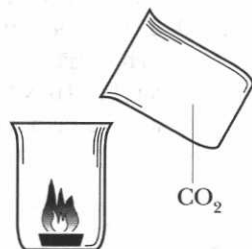

Рис. 52. Переливание оксида углерода (IV)
Оксид углерода (IV)  $\text{CO}_2$ , или углекислый газ, — бесцветный газ, без запаха, малорастворимый в воде, в 1,5 раза тяжелее воздуха, поэтому его можно «переливать» из одного стакана в другой (рис. 52), не поддерживает горение и дыхание.